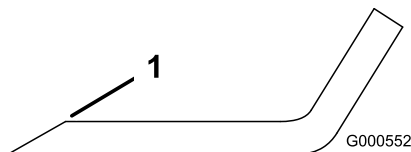

Figure 102
1. Au moyen d'une lime, aigüisez les tranchants aux deux extrémités de la lame (Figure 102).
Remarque: Si la lame est déséquilibrée, limez un peu l'extrémité de l'ailette seulement (Figure 102).